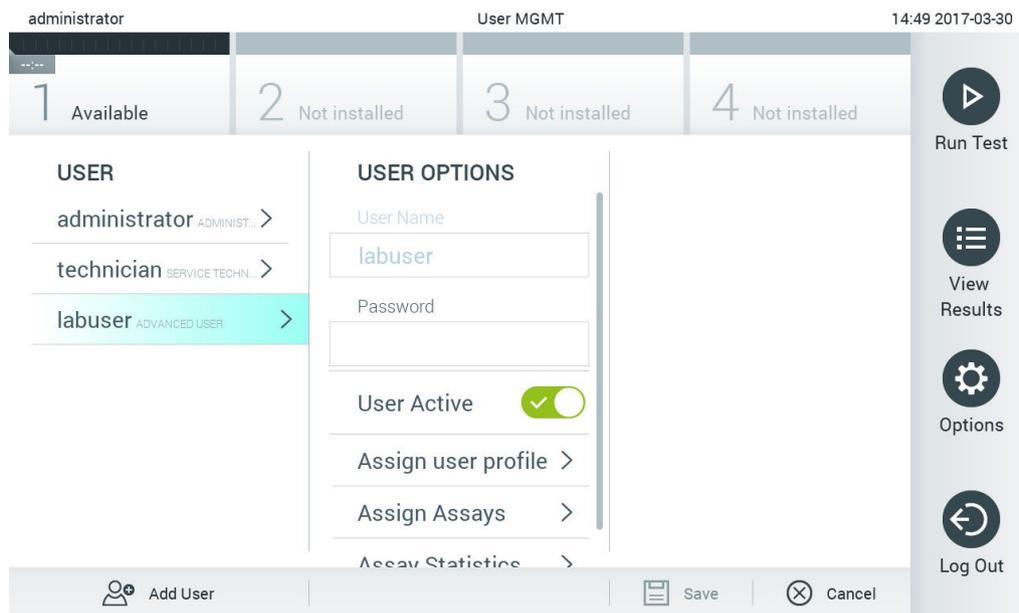

Figura 53. Seleção e gestão de utilizadores.
2. Seleccione o utilizador a gerir a partir da lista na coluna esquerda da área de conteúdo (Figura 53).